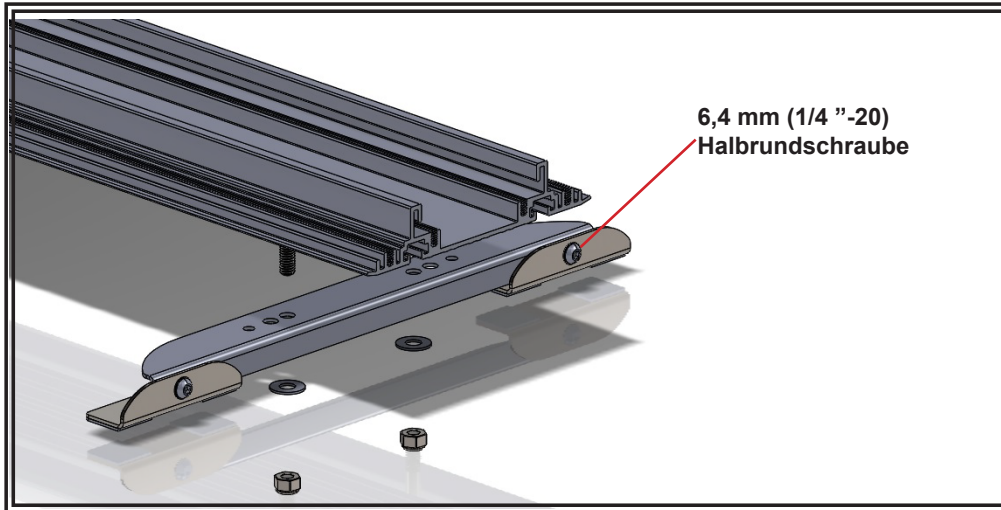

Abbildung 1
2. Befestigen Sie die Halterung an der Kennleuchte. Verwenden Sie dazu die im Lieferumfang der Kennleuchte enthaltenen Befestigungsteile. Stellen Sie sicher, dass die verwendeten Schrauben nicht mehr als 19,1 mm (3/4 ") herausragen. Ziehen Sie die Befestigungsteile nicht fest. Lassen Sie die Halterung entlang der Kanäle des Kennleuchtenprofils gleiten. Legen Sie die gesamte Konstruktion auf das Dach des Fahrzeugs, und bestimmen Sie die optimale Position (siehe Schritt 1). Ziehen Sie die Befestigungsteile fest, mit denen die Halterung an der Kennleuchte befestigt wird. Siehe Abbildung 1.